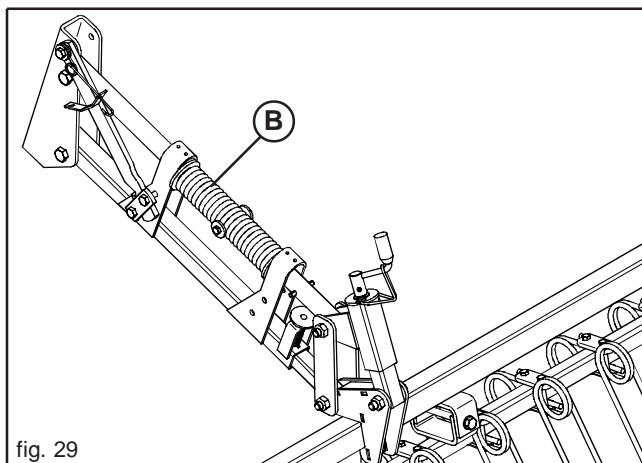

fig. 29
Der Arbeitsdruck der Federzähne der Saatgutabdeckegge kann durch Drehung der Feder (B) auf dem oberen Parallelarm verändert werden (Abb. 29).